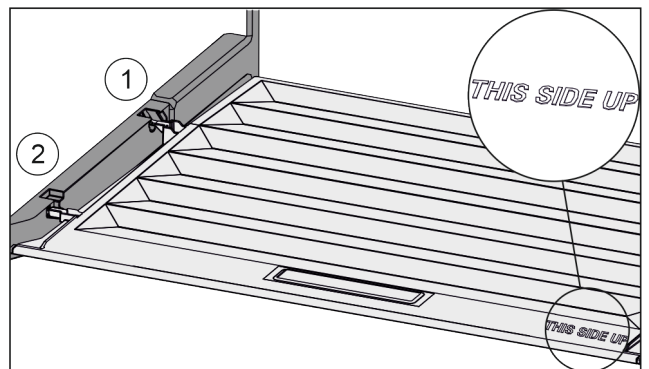

Fig. 148
- ▶ Prečke poklopca uvedite preko otvora stražnjeg držača Fig. 148 (1) i uglavite ih u držač Fig. 148 (2).